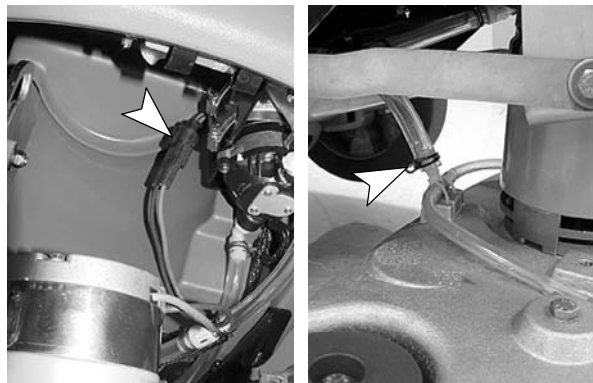

РИС. 61
2. Отсоедините разъем провода двигателя щетки и отсоедините шланг подачи раствора (Рисунок 61).